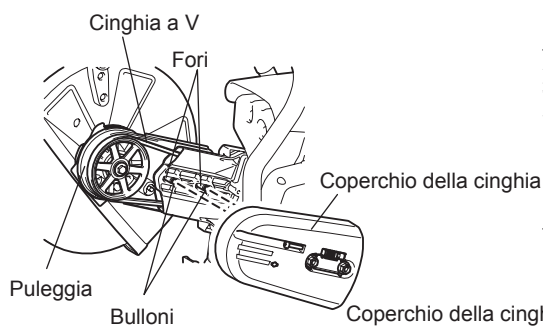

Fig. 6
- (6) Capovolgere l'accessorio di taglio rimosso, far passare il bullone nel foro e rimontarlo nella direzione B. Rimontare la cinghia a V sulla puleggia. (Fig. 6)